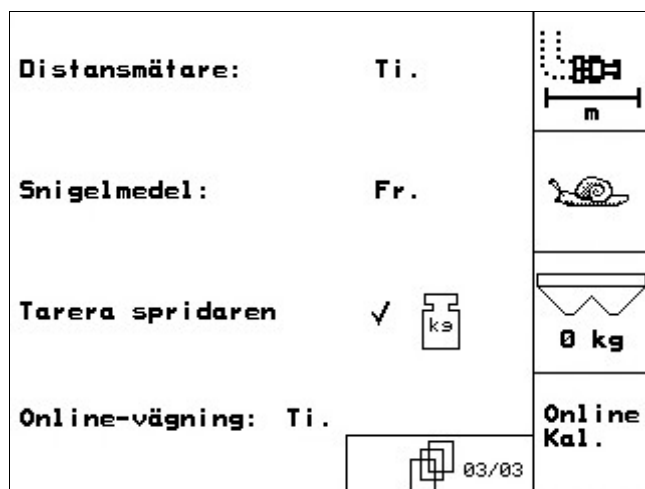

Fig. 40
- Online-kalibrering. Om man vill köra med permanent kalibrering under spridningsarbetet ska Online-kalibreringen kopplas in (Fig. 40/1).